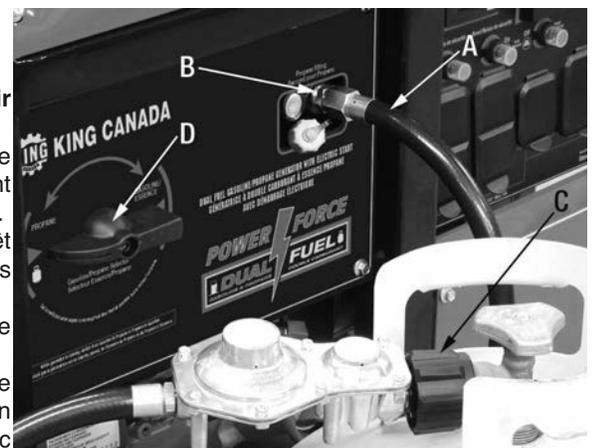

Figure 7
- 1) Cette génératrice comprend un câble de raccordement au propane (A) Fig.7. Branchez la petite extrémité du câble au raccord de propane (B). À l'aide d'une clé, bien serrer pour éviter toute fuite.
- 2) Branchez le plus gros écrou (C) à l'autre extrémité du câble à l'écrou de votre réservoir de propane. Serrez bien pour éviter toute fuite.
- 3) Avant d'utiliser ou pendant le fonctionnement, si vous désirez du propane comme source de carburant, tournez le levier sélecteur essence/propane (D) vers la gauche de sorte que le levier pointe vers le symbole du réservoir de propane tel que montré.